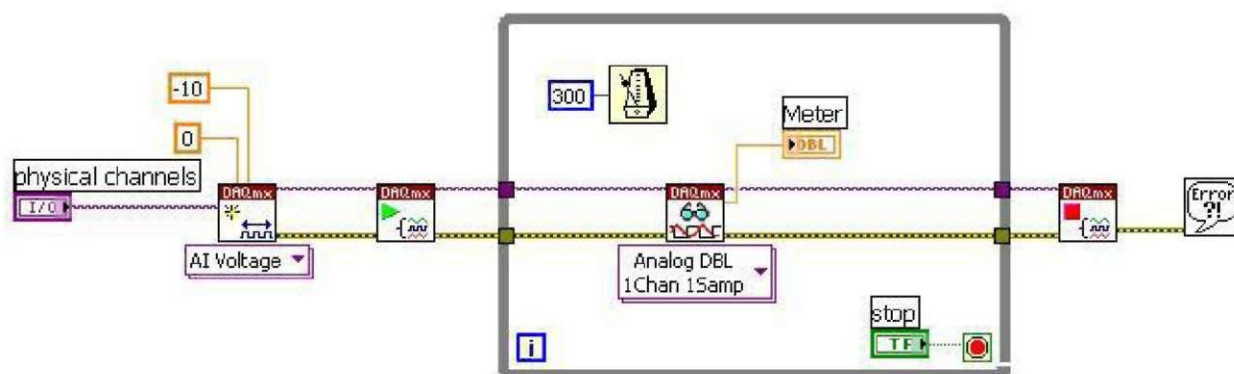

Рис. 2.2. Блок диаграмма ВП
2. Создайте блок-диаграмму, как показано на рис. 2.2.